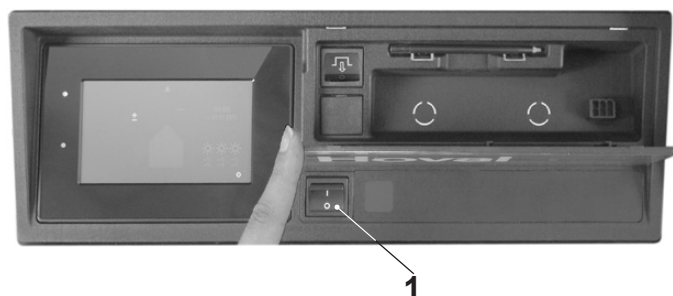

Fig. 30
- Contrôlez que l'interrupteur de déblocage (1, Fig. 30) se trouve en « position I ».